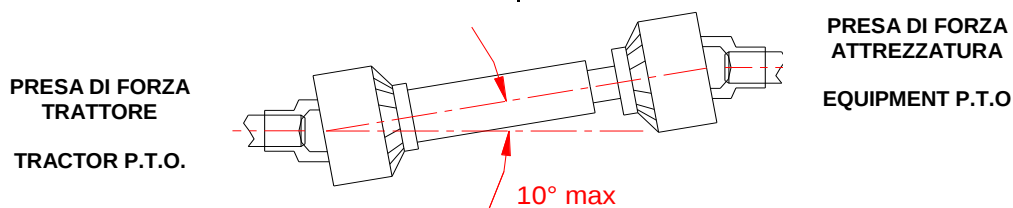

fig.B7
- fig.B7 - verificare che l'albero cardanico sia correttamente installato e che tutti i relativi dispositivi di bloccaggio e di sicurezza siano presenti ed integri. **Qualora uno di essi non lo fosse o venisse installato un dispositivo non omologato, il Fabbricante diffida il Cliente ad utilizzare tale albero in quanto vietato;**
- fig.B7 - verify that the correct installation of the cardan shaft and that all safety and locking devices are present and integral. **Is one of these was or a device not approved was installed, the Manufacturer distrusts the Customer to use such shaft because forbidden;**